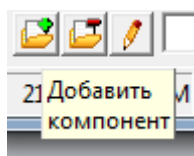

Рис. 3.16. Кнопка добавления компонента
- Внизу окна «Схема РН» нажмите на кнопку «Добавить Компонент» (см. рис. 3.16).
- Внизу окна «Схема РН» нажмите на кнопку «Добавить компонент» (см. рис. 3.16).